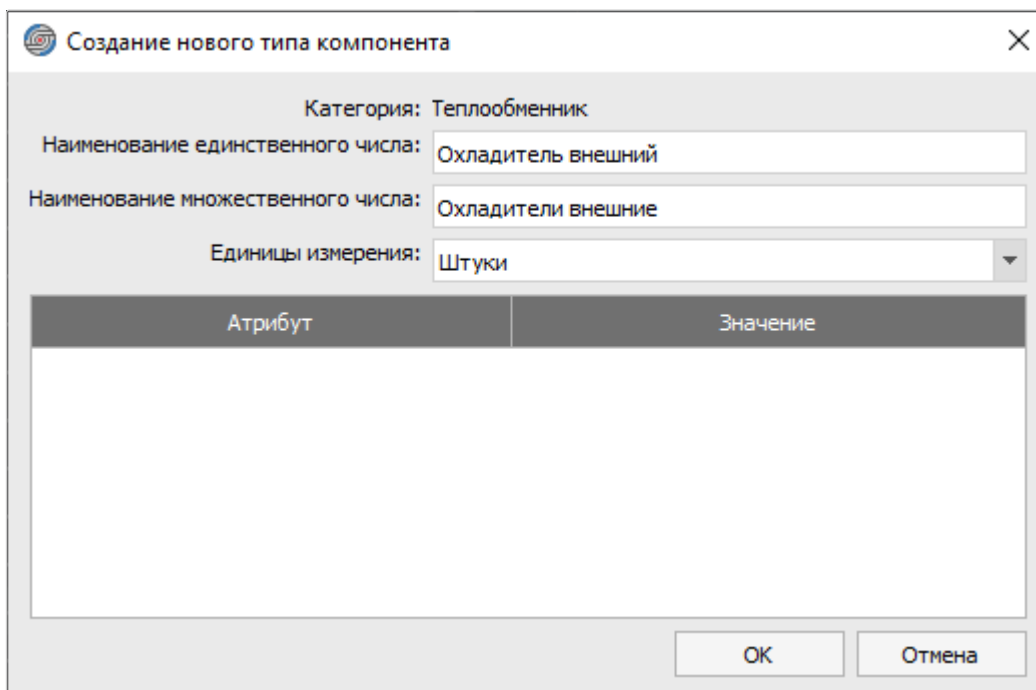

Рисунок 92. Диалоговое окно «Создание нового типа компонента»
- 3) В открывшемся диалоговом окне «Создание нового типа компонента» ввести необходимые данные (см. рисунок 92):